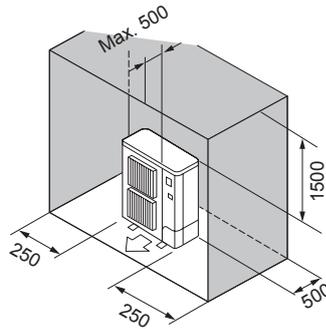

Fig. 2-8
- ⑥ Ostacoli posteriori, laterali e superiori (Fig. 2-8)